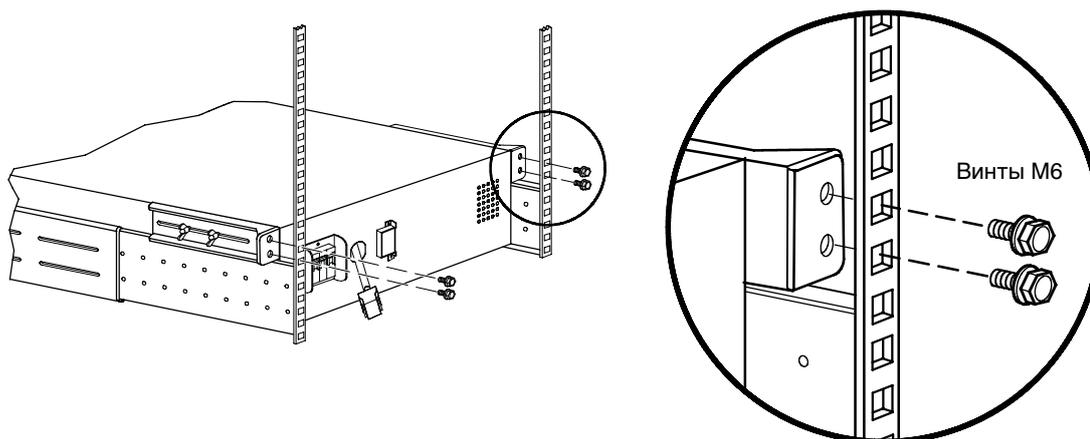

Рисунок 10. Крепление дополнительных сейсмостойчивых кронштейнов EBM
16. При установке дополнительных сейсмостойчивых кронштейнов закрепите кронштейны дополнительного батарейного модуля на стойке с помощью четырех крепежных М6, как показано на рис. 10.